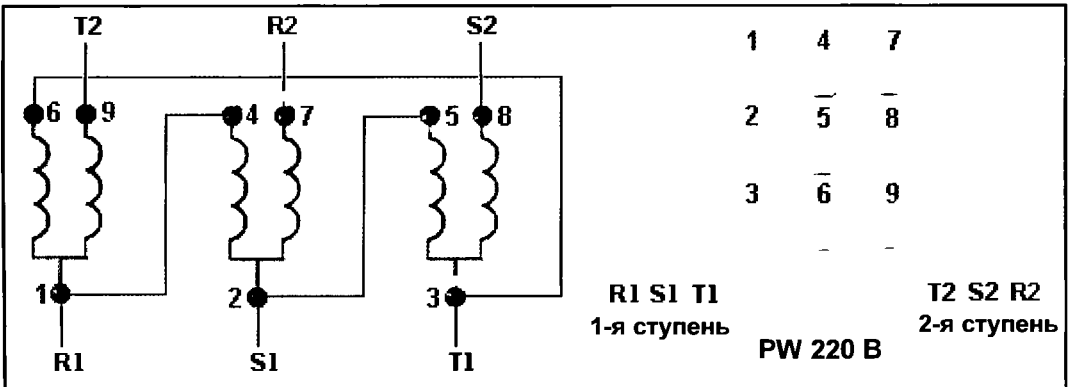

Рис. 64.26.
Анализируя внутреннюю схему, можно убедиться, что каждая обмотка запитана напряжением 220 В (2 фазы). Напомним, что при одной и той же мощности сила тока, потребляемого двигателем при работе от сети с напряжением 220 В, примерно в 1,7 раза больше силы тока, потребляемого при работе от сети с напряжением 380 В (см. раздел 62 “Трехфазные электродвигатели”, пункт 62.1 “Основные понятия”). Если в месте установки компрессора имеется сеть с напряжением трехфазного переменного тока только 220 В, разумеется было бы желательным реализовать запуск двигателя по схеме с отдельным подключением обмоток, как показано на рис. 64.26, чтобы снизить величину пускового тока и ограничить механические нагрузки при запуске (см. раздел 63 “Проблемы запуска двигателей”).
ЗАПУСК С РАЗДЕЛЬНЫМ ПОДКЛЮЧЕНИЕМ ОБМОТОК (PW) ПРИ 220 В: Соединения клемм, их подключение к сети и схема внутренней коммутации обмоток показаны на рис. 64.26.